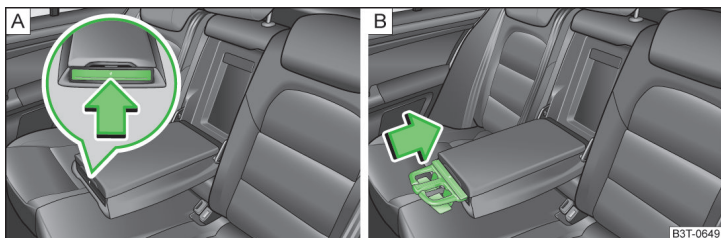

Fig. 84 Accoudoir arrière : ouverture des porte-gobelets/escamotage des porte-gobelets
- Pousser sur l'avant de l'accoudoir dans le sens de la flèche » fig. 84 - **A**, le porte-gobelet sort.
- Pour escamoter de nouveau le porte-gobelet, appuyer sur la partie médiane du porte-gobelet » fig. 84 - **B** et le repousser dans l'accoudoir.